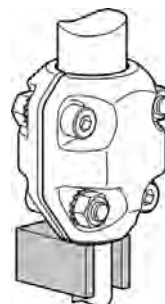

fig. 13
- Montar el motor sobre la brida superior del núcleo, insertando el eje en la junta. Insertar el equipo de montaje, en dotación con la bomba, bajo la junta, apoyándolo sobre la base del núcleo en modo de elevar el eje de la bomba en la correcta posición de funcionamiento (**fig. 13**).